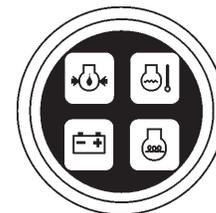

Abbildung 12. Öl- und Batterielade-Anzeigelampen
6. Drehen Sie den Zündschlüssel nach rechts in die Anlassposition. Die **Öl-** und **Ladezustands-**Anzeigeleuchten (Abb. 12) sollten eingeschaltet sein.